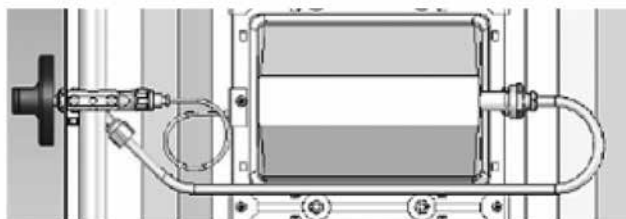

Рисунок 6
- Аналогично закрепить газовую трубку на своем месте (рис. 6).
- Установить обратно переключатель (рис. 6).